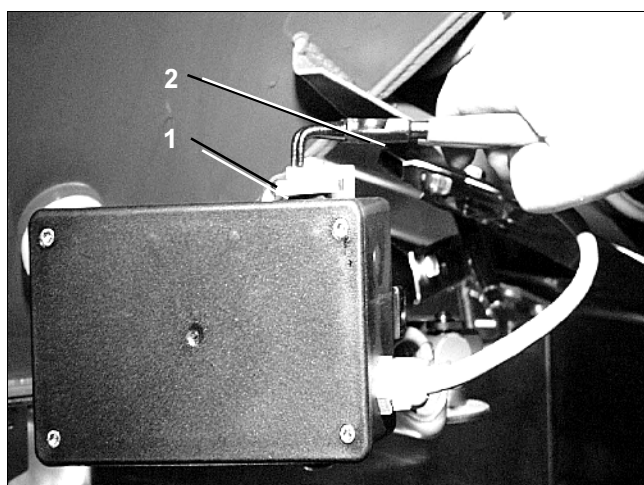

Fig. 101
- Quitar ambas grapas de seguridad (Fig. 101/1) con las pinzas de seguridad (Fig. 101/2).